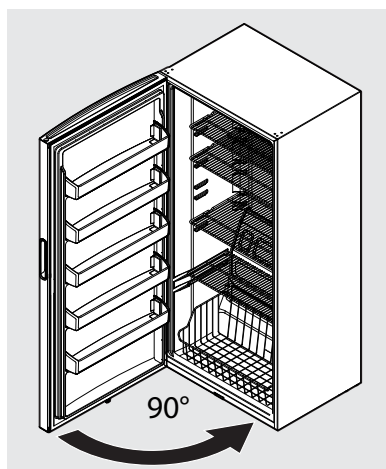

Figura 9
19. Deslice la puerta hacia el perno de la bisagra inferior a  $90^\circ$  con respecto al gabinete del congelador y cierre la puerta (vea la figura 9).